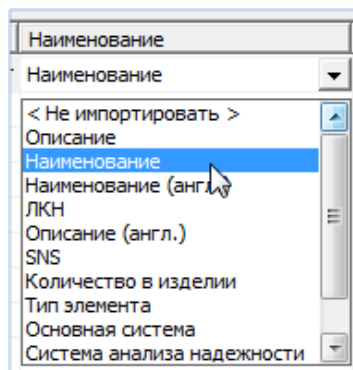

Рис. 10-83 – Установление вручную соответствия колонок в файле и полей БД
В результате откроется окно «Импорт данных из файла в формате Microsoft Excel» (рис. 10-83). Описание назначения полей данного окна приведено в пункте 5.4.6 «Панель «Импорт/экспорт»», стр. 58.
3) Нажать в нем кнопку «Выбрать файл на локальном диске» (1 на рис. 10-83). Откроется стандартное диалоговое окно «Открыть» – выбрать в нем нужный файл и нажать кнопку «Открыть».